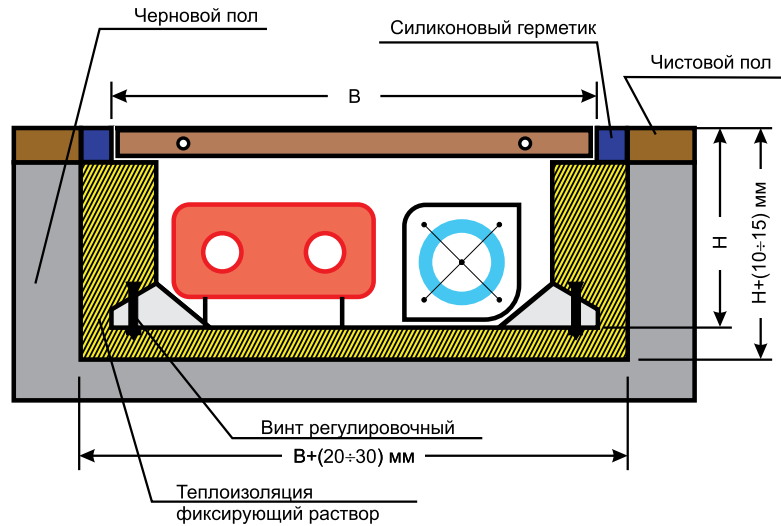

Рис. 3 Установка конвектора в нишу
2. Установите внутрипольный конвектор в нишу, как показано на рис. 3 (стр.14).